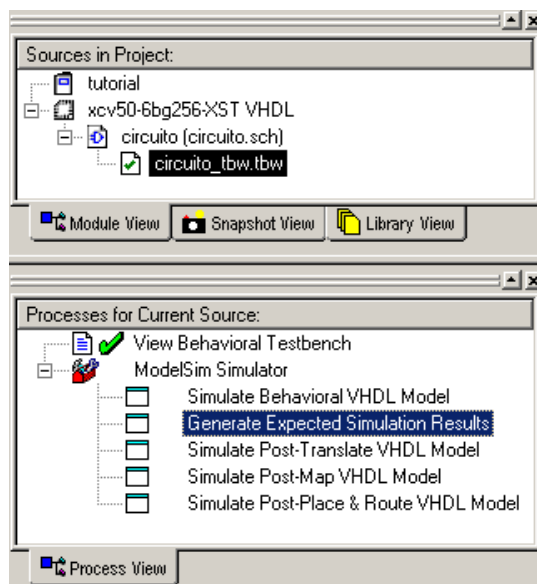

Figura 15.
- En la ventana Processes for Current Source, pinchar en el símbolo + junto a ModelSim Simulator para expandir la jerarquía (Figura 15)